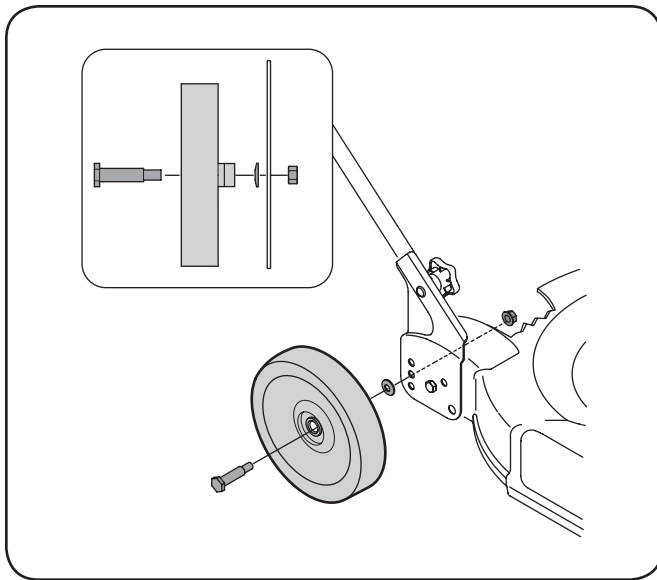

Figura 3-6
Instale las ruedas como sigue en Figura 3-6:
1. Usando los materiales del paquete de materiales, sujete la rueda a la plataforma como se muestra en Figura 3-6. Debe instalarse la pequeña arandela de campana con el lado de la corona de cara a la rueda.